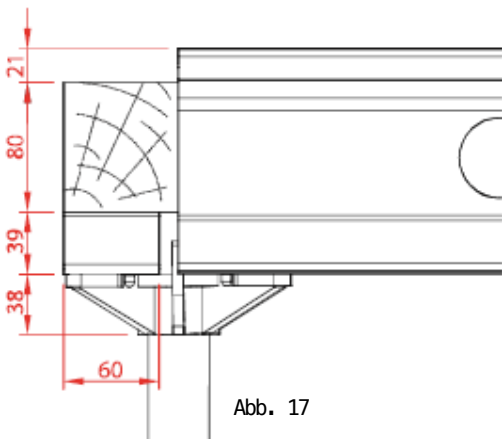

Abb. 17
8. Darüber hinaus besteht die Möglichkeit Ausgleiche zu schaffen mittels 8er-Kantholz, 21 mm Starkem Sperrholz sowie dem Kopflagerschuh, der auf dem Alu Deck Stützkopf aufgesteckt wird. Deckenstützen sind an der Betondeckenkante entsprechend zu sichern. (Abb. 17 und 18)